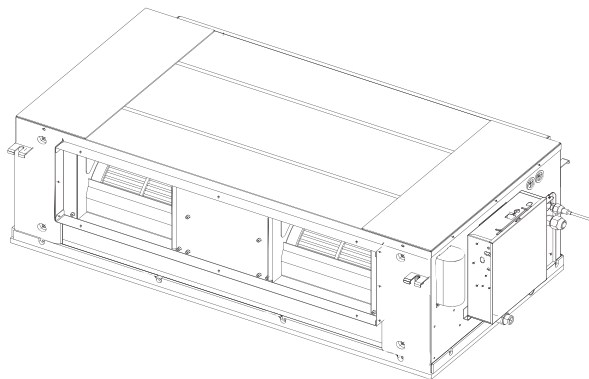

Рис. 15
1. Устройство в сборе показано на рис. 15.